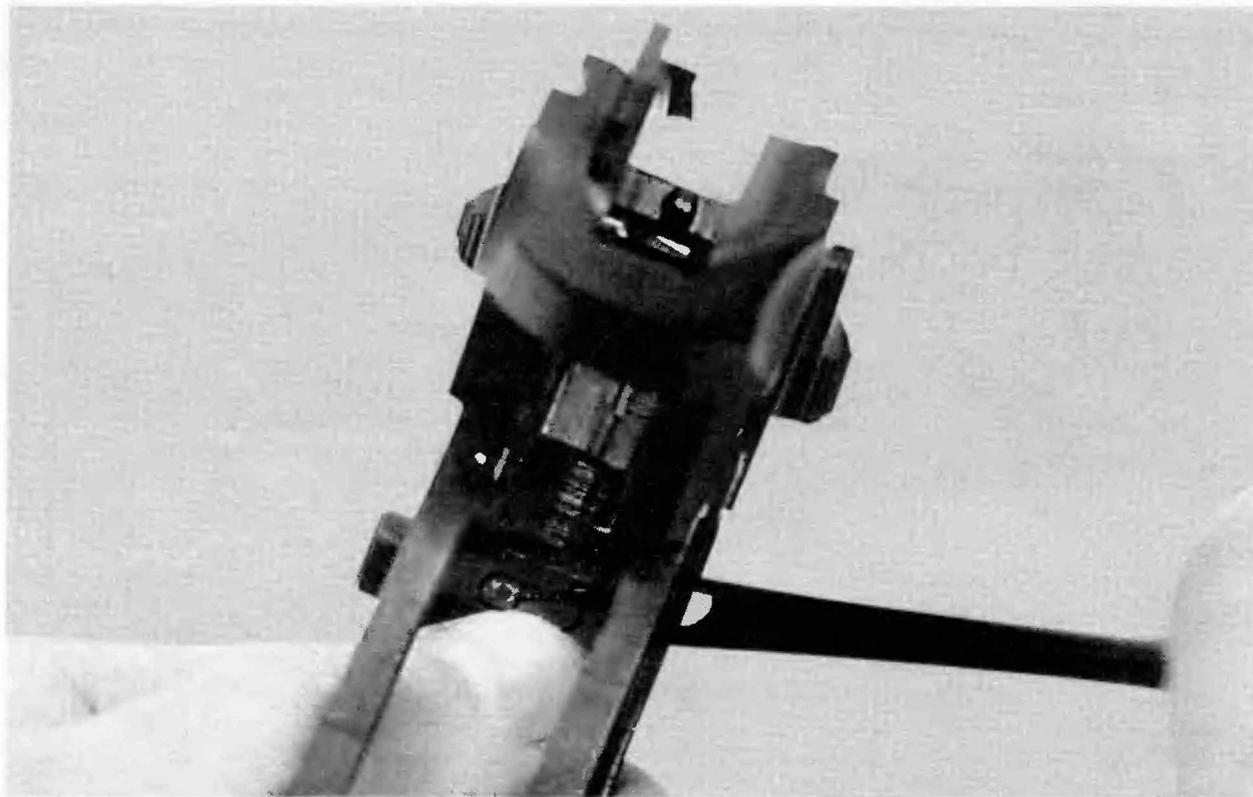
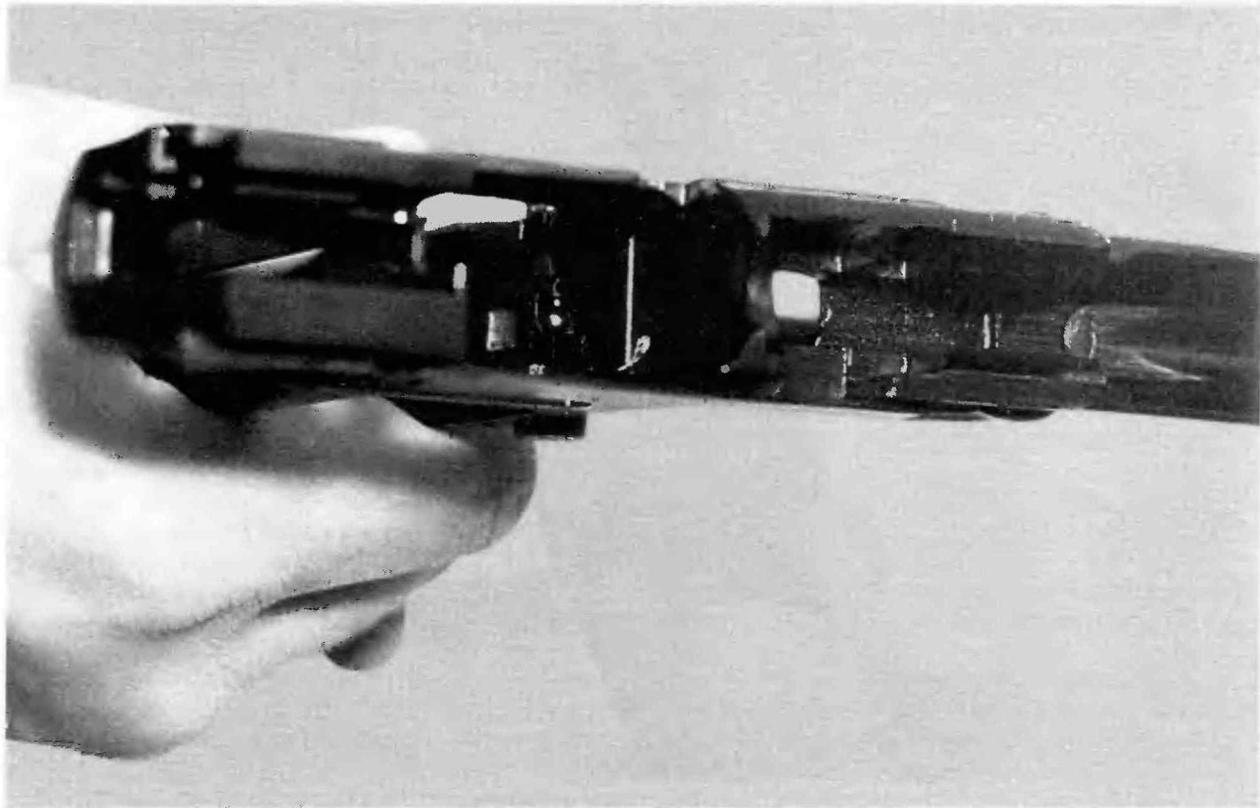
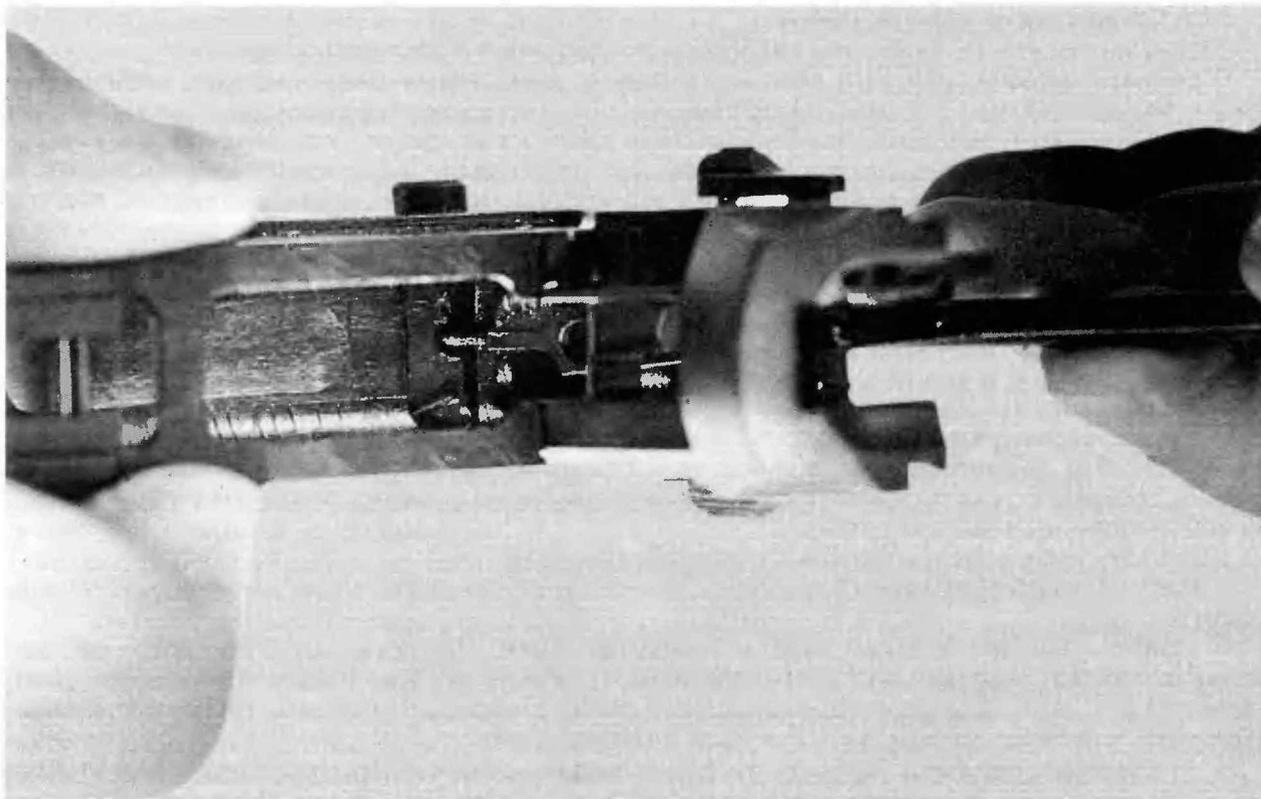

Рисунок 11
Рисунок 12
Рисунок 13
- 11) снять защелку магазина, для чего концом шомпола со стороны бокового окна рамки нажать на торец фиксатора (рисунок 11), и отпустить. Фиксатор своим выступом с торца должен упереться в стопор защелки (рисунок 12). Со стороны паза под магазин рамки шомполом сверху выдавить стопор (рисунок 13) и вынуть его из рамки. Придерживая фиксатор пальцем, извлечь прижатый фиксатором шомпол из полости рамки. Вывести защелку магазина из отверстия рамки;